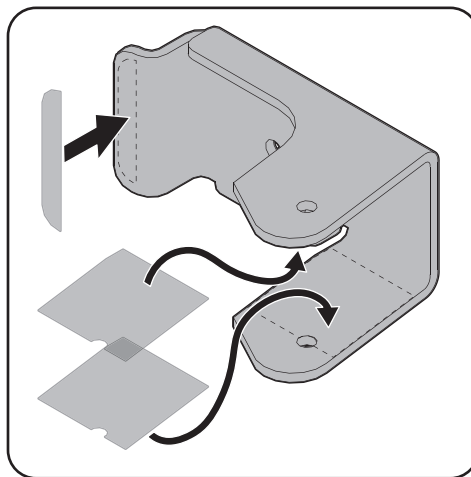

Figura 4-23
1. Antes del ensamblado, despegue las calcomanías adhesivas de la hoja y aplíquelas a las superficies interiores de los soportes del colgador de pesas del lado derecho e izquierdo, como se muestra en la Figura 4-23.